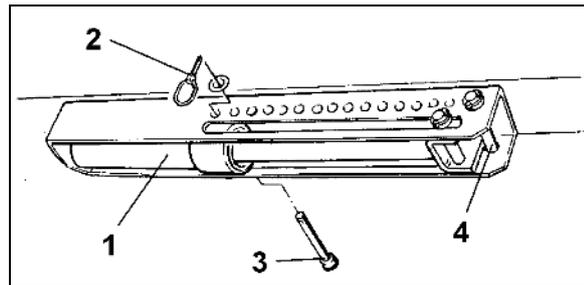

Fig. 81
Deux axes (Fig. 81 / 3 et Fig. 81 / 4), brochés dans la grille de réglage, servent de butée au vérin hydraulique (Fig. 81 / 1). La butée du vérin hydraulique s'appuie contre l'axe (Fig. 81 / 3), lorsque le vérin est en échappement et contre l'axe (Fig. 81 / 4) lorsque le vérin est en pression.
- Mettez le vérin en pression (Fig. 81 / 1).
- Introduisez l'axe (Fig. 81 / 3) dans l'un des trous de la grille de réglage et goupillez le en sécurité avec une goupille agricole (Fig. 81 / 2).